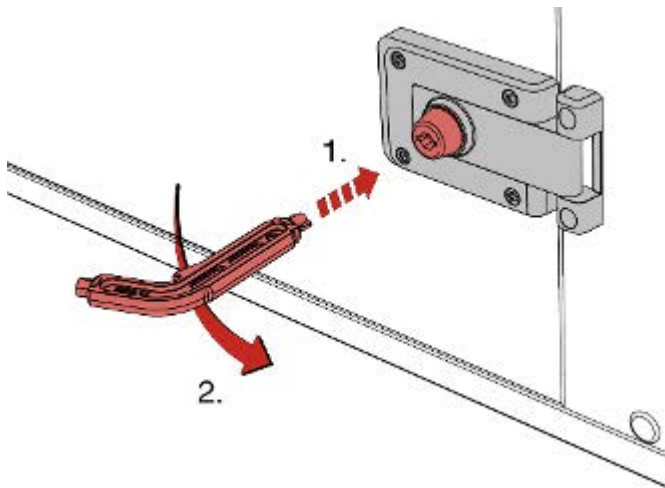

Fig. 11: Puerta de acceso con cierre de seguridad
- ▶ Introduzca la llave especial TROX en la cerradura y gírela en sentido contrario a las agujas del reloj hasta el tope ( Fig. 11 ).